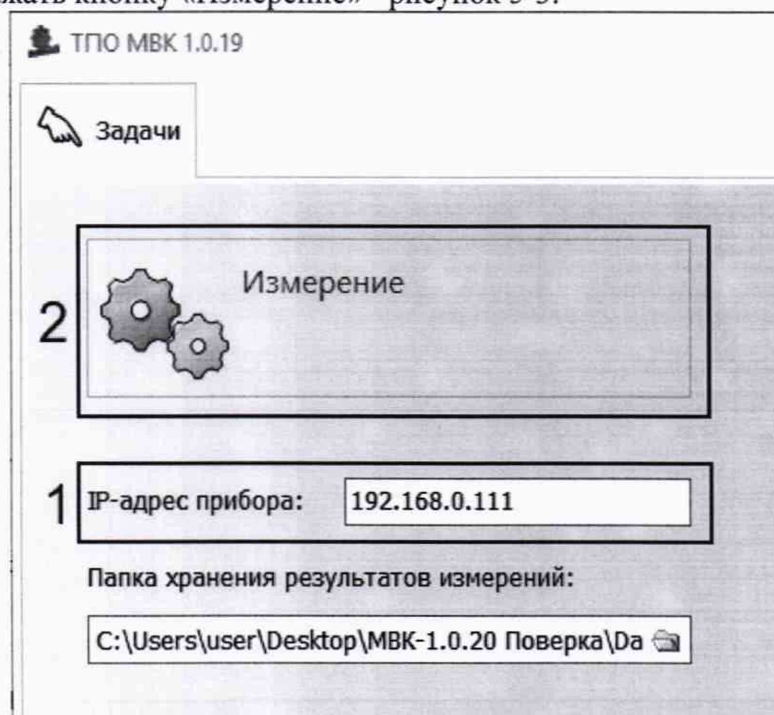

Рисунок 5-3.
2. Нажать кнопку «Измерение» - рисунок 5-3.